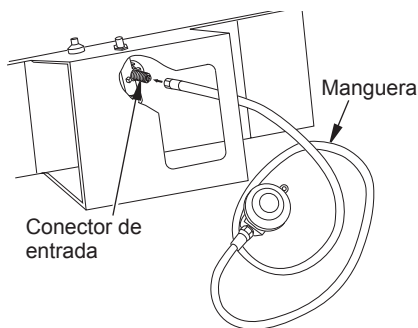

Figura 7 - Manguera y conector de entrada
3. Conecte la manguera a la entrada de la válvula (consulte la figura 7). Apriete firmemente usando una llave. **IMPORTANTE:** use una manguera o tubería adicional si es necesario. Instale la manguera o tubería adicional entre el ensamblaje de manguera-regulador y el tanque de propano. Debe usar el regulador que se incluye con el calentador.